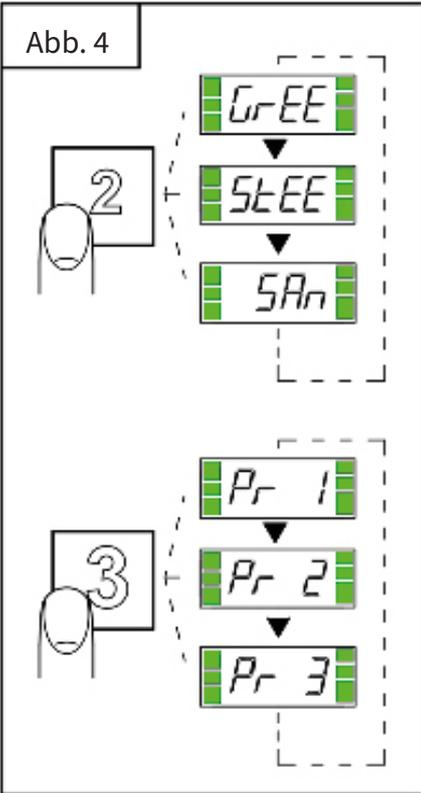
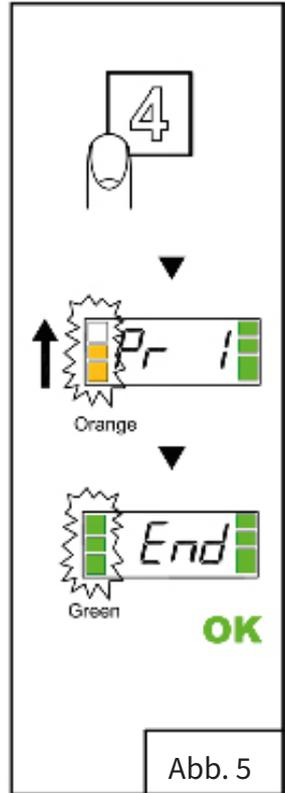

Abb. 4
Abb. 5
Drücken Sie wiederholt die Taste PROGRAMME SELECT (3) oder die Taste SPECIAL PROGRAMME SELECT (2) Wählen Sie den für die Art des Geschirrs geeigneten Spülgang; der gewählte Spülgang wird auf dem Display angezeigt (Abb. 4).
- Drücken Sie die START-Taste (4), um das Programm zu starten. Der STATUS-BALKEN (6) blinkt orange und nimmt von unten nach oben zu, um die Zykluszeit anzuzeigen.
- Wenn der Zyklus abgeschlossen ist, leuchtet der Balken grün (Abb. 5).
- Um den Waschzyklus vorzeitig zu beenden, drücken Sie die Taste START (4).